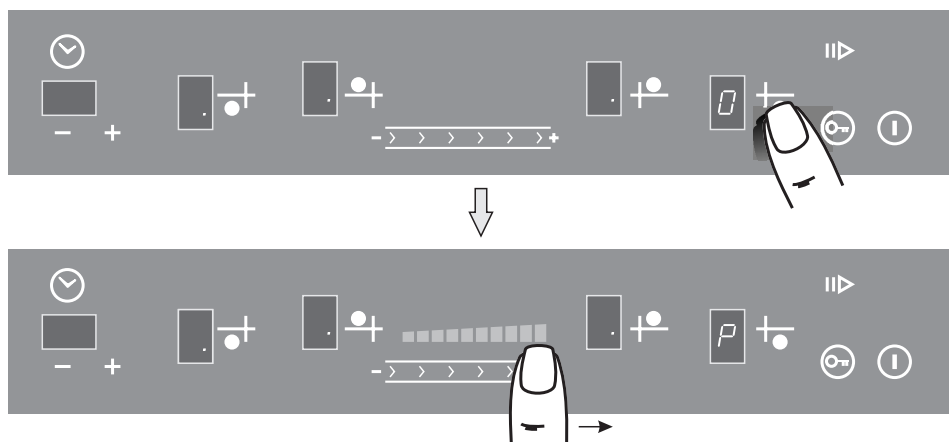

Рис.12
1. Коснуться зоны ② с обозначением выбранной конфорки, после чего конфорка перейдет в режим управления. В соответствующем окне индикации загорится «0» (рис. 12), во всех остальных окнах загорится точка.